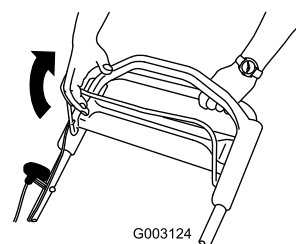

Figure 12
1. Serrez la barre de commande de la lame contre le guidon (Figure 12).